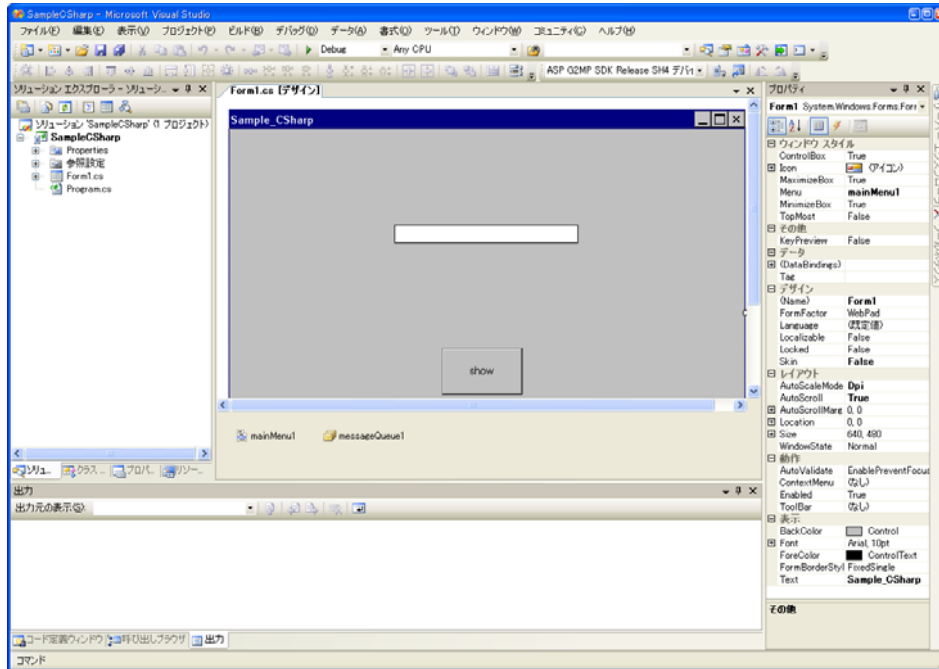

図 4-5-1-2. アプリケーションの作成
- ⑮ [OK] ボタンを押すとプロジェクトが作成されます。
- ⑯ 通常の Windows アプリケーションと同様にアプリケーションの作成を行います。(図 4-5-1-2)